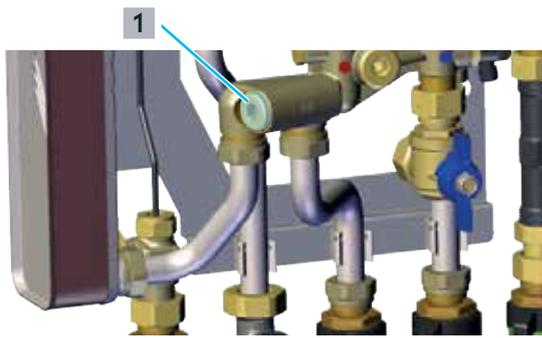

Fig. 25: Nettoyage de l'élément filtrant
- 4 Dévisser le bouchon ((1) sur la Fig. 25 en page 32) de l'élément filtrant du corps sur l'aller primaire.